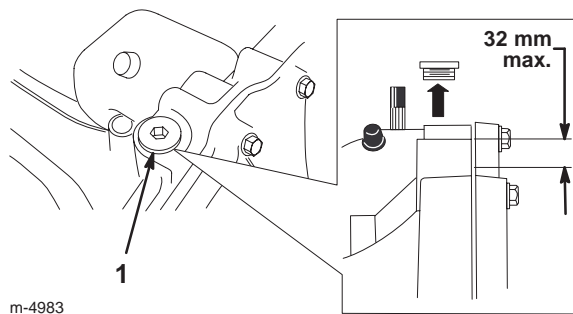

Figure 29
6. Nettoyez la surface autour du bouchon de remplissage (Fig. 29) pour éviter que des impuretés ne tombent dans le réservoir quand vous faites l'appoint de liquide.
7. Enlevez le bouchon de remplissage et vérifiez le niveau de liquide. Le liquide doit arriver à environ 32 mm en dessous du sommet de l'orifice de remplissage (Fig. 29). Ajoutez du liquide au besoin.